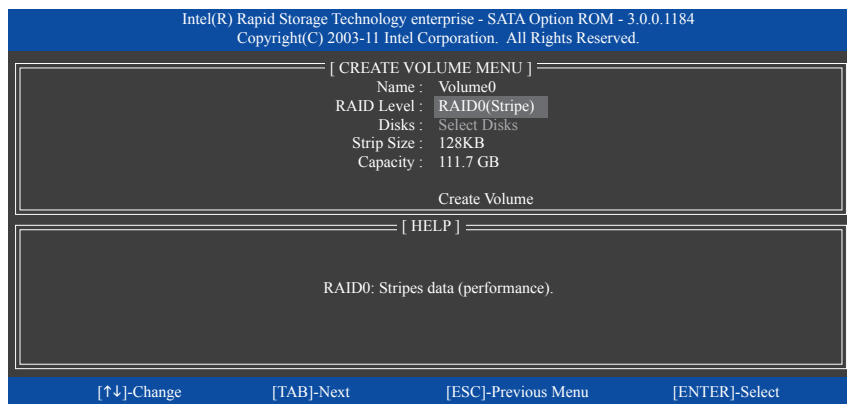

図 4
**CREATE VOLUME MENU** スクリーンに入った後、**Name** アイテムの下で 1~16 文字 (文字に特殊文字を含めることはできません) のボリューム名を入力し、<Enter> を押します。次に、RAID レベルを選択します (図 4)。サポートされる RAID レベルには RAID 0、RAID 1、RAID 10、と RAID 5 が含まれています (使用可能な選択は取り付けられているハードドライブの数によって異なります)。<Enter> を押して続行します。